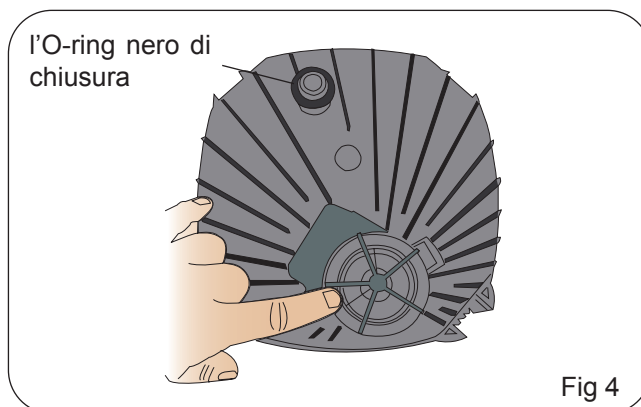

Fig 4
4. Prima di installare l'unità superiore, collegarla alla corrente elettrica. Dovreste poter vedere la girante ruotare. Consultare la sezione Ricerca dei Guasti qualora ci fossero problemi. Scollegare la corrente elettrica dopo alcuni secondi per evitare il danneggiamento della pompa ad immersione. Rimuovere l'O-ring nero di chiusura dal tubo di alimentazione e posizionarlo sul tubo di ingresso del filtro sul cestello alla sommità del filtro Fig 4.
14. Togliere la calotta della girante e rimuovere la girante. Fig 4